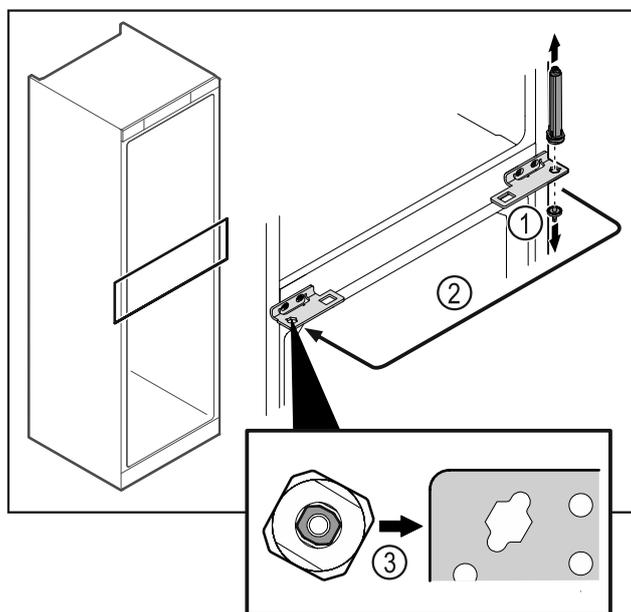

Fig. 44
- Svitare il perno della cerniera Fig. 44 (1).
- Spostare il sistema di chiusura della porta Fig. 44 (2).
- All'atto dell'utilizzo fare attenzione al corretto allineamento del sistema di chiusura della porta Fig. 44 (3).